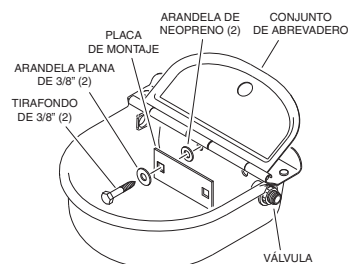

Figura 2
5. Instale el abrevadero tal como se ilustra (vea la figura 2 ó 3).